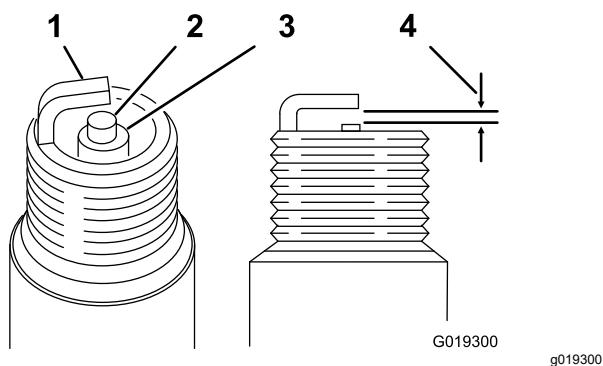

Figura 33
Folga: 0,70 a 0,80 mm; consulte Figura 33
4. Defina a folga para 0,70 a 0,80 mm como se mostra na Figura 33.